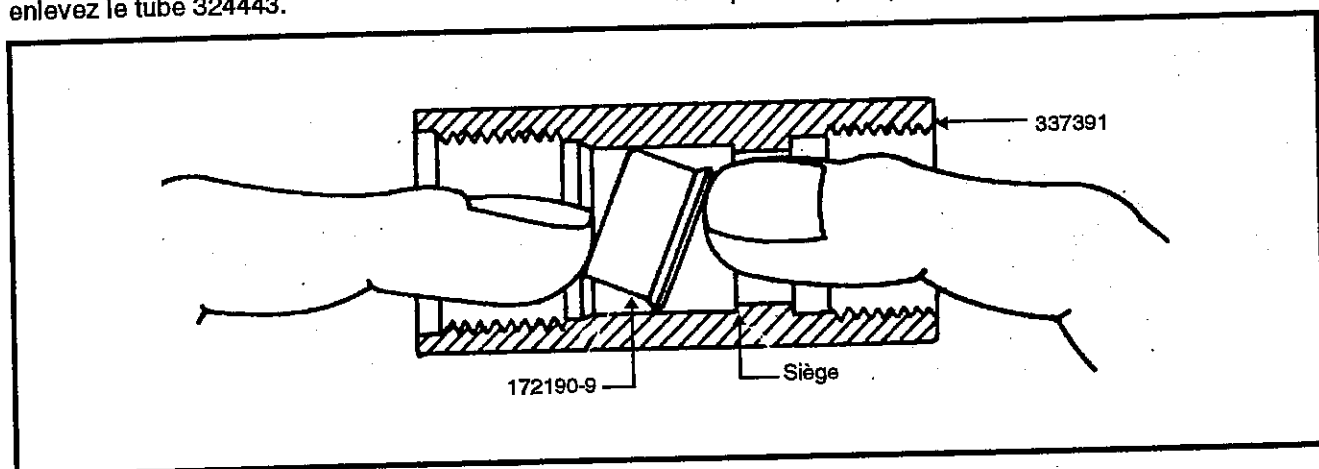

Figure 6 : Installation du joint d'étanchéité 172190-9
- Insérez le joint d'étanchéité de côté dans l'arrêtoir (Figure 6).
- Appuyez avec les doigts sur les deux côtés du joint d'étanchéité à travers les deux extrémités de l'arrêtoir. Vous pouvez manipuler le joint d'étanchéité pour qu'il soit bien assis dans le siège (Figure 6).